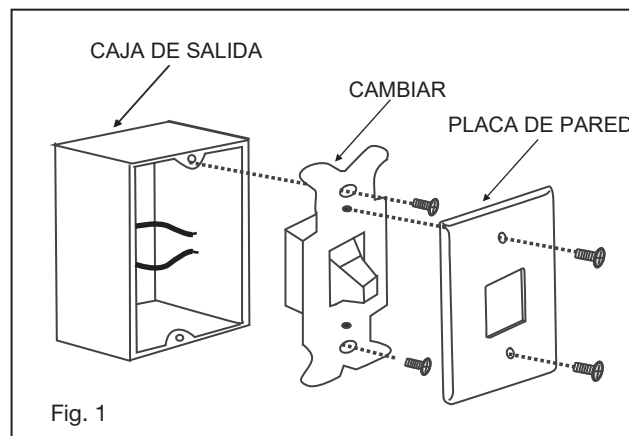

Fig. 1
- 1) Inserte el receptor en la parte superior de la carcasa del ventilador. (Fig. 1)